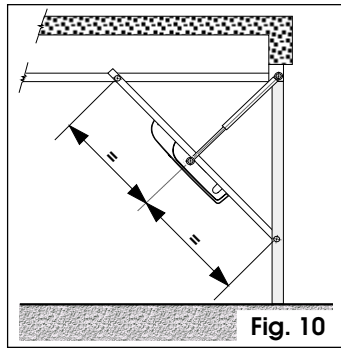

Fig. 10
• basculante con guide orizzontali (Fig. 10)